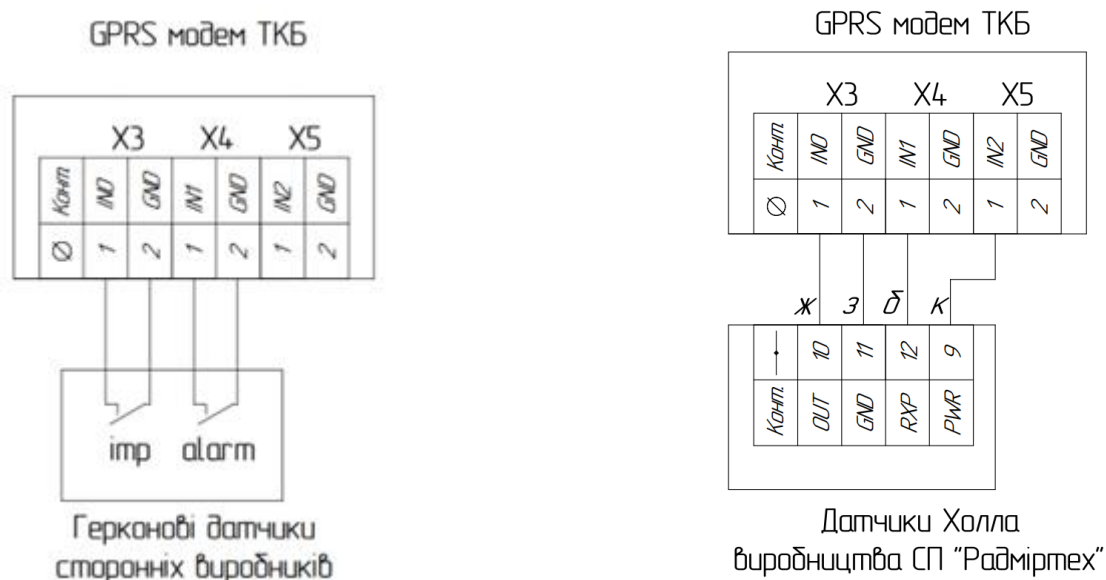

Рисунок 3
– для виконання GPRS модем ТКБ-Універсальний, GPRS модем ТКБ-ELSTER G16, G25, GPRS модем ТКБ-САМГАЗ G16, G25, Pietro Fiorentini G16, G25, кабель від датчику імпульсів через гермоввод (поз. 17) завести в корпус GPRS модему ТКБ та під'єднати до клем (поз. 21) згідно схем підключення див. рис. 3.